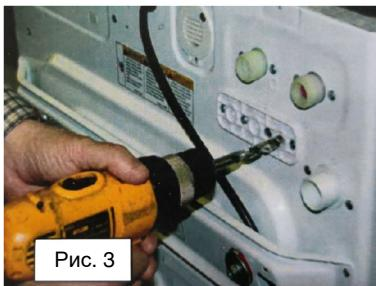

Рис. 3
6. Просверлите сверлом 1/8" направляющее отверстие через соответствующее количество входных отверстий шланга для химических средств с задней стороны машины (Рис. 3).
7. С помощью подходящего бита увеличьте отверстия, просверленные на шаге 6, чтобы шланг подачи химических средств легко входил в машину (Рис. 3).